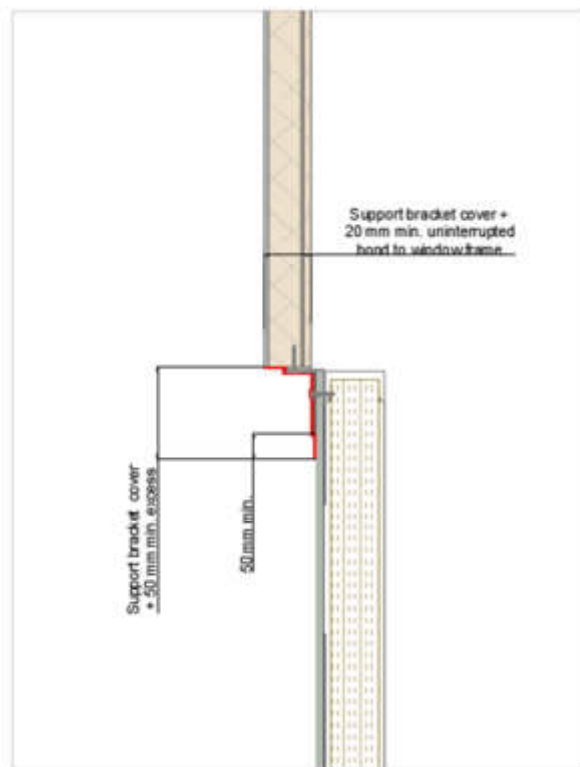

Figura 1
- En el umbral, la anchura de la membrana debe ser suficiente para cubrir los soportes y con un exceso de 100 mm (mínimo 50 mm) para permitir la unión con el sustrato primario en el borde de salida, con un mínimo de 20 mm de unión ininterrumpida con el marco de la ventana. En algunas circunstancias, es posible que la membrana del antepecho sea más ancha que la del dintel y las jambas (Figura 1).